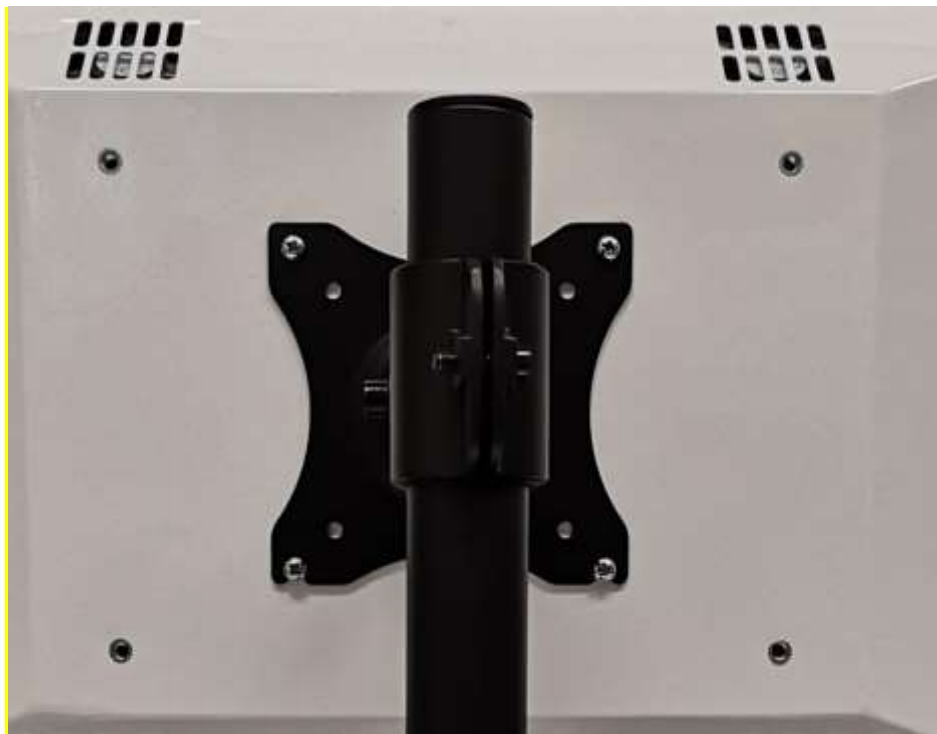

Рисунок 13. Место крепления подставки/кронштейна.
- Для установки настенного кронштейна открутите на МПК винты крепления настольной стойки крестовой отверткой (см. рисунок 13).